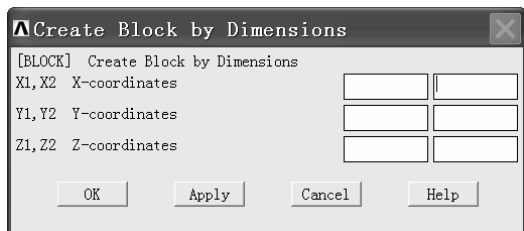
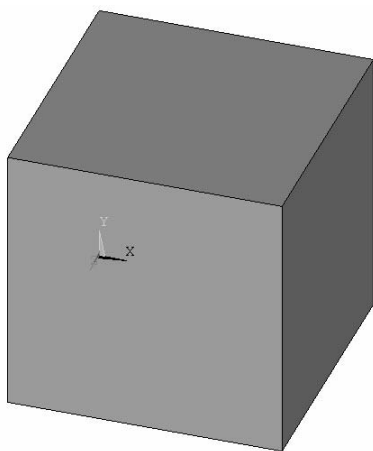

图 2-21 “Create Block by Dimensions”窗口
图 2-22 正方体
(1) 依次选择 Main Menu>Preprocessor>Modeling>Create>Volumes>Block>By Dimensions, 弹出“Create Block by Dimensions”窗口（见图 2-21）。
(2) 在“Create Block by Dimensions”窗口中“X1, X2 X-coordinates”后边的两个方框中依次输入“0”、“0.1”，在“Y1, Y2 Y-coordinates”后边的两个方框中依次输入“0”、“0.1”，在“Z1, Z2 Z-coordinates”后边的两个方框中依次输入“0”、“0.1”。单击“OK”按钮生成正方体。
(3) 用 Ctrl+鼠标右键旋转视图（见图 2-22）。